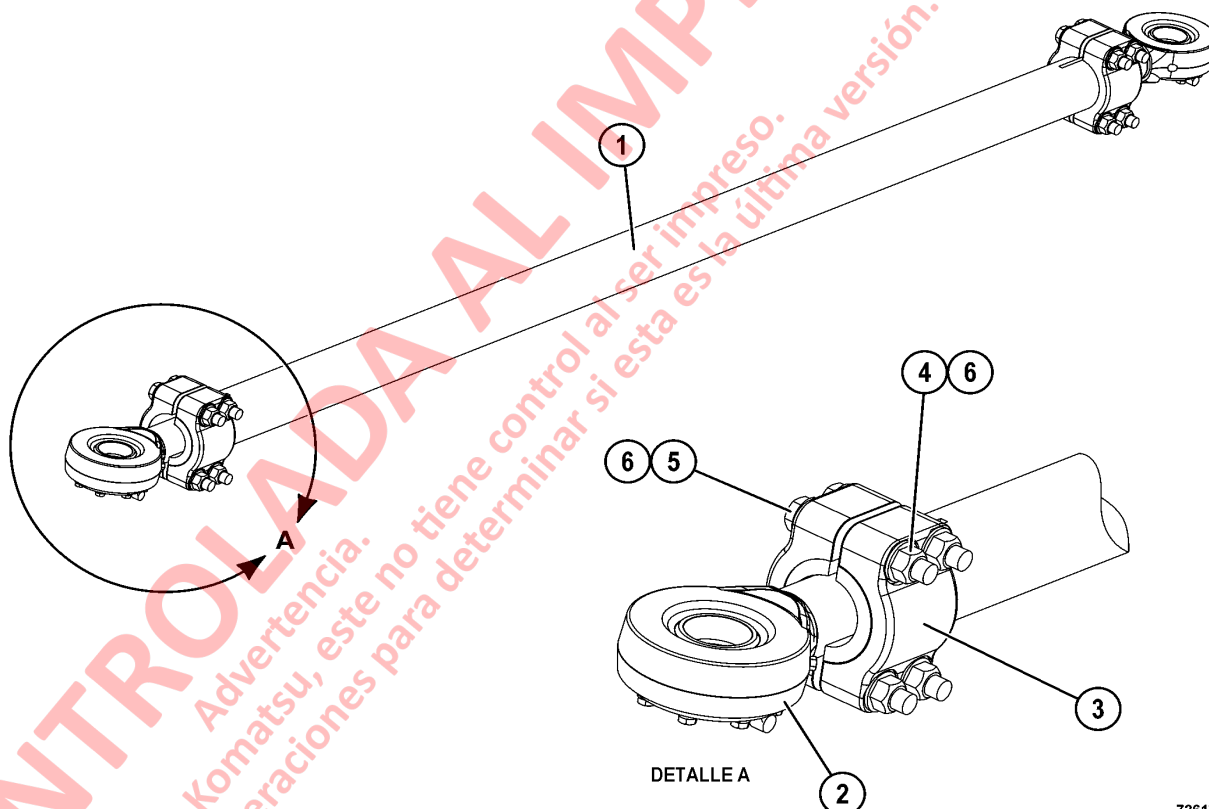

FIGURA 3-17. CONJUNTO DE LA BARRA DE DIRECCIÓN NUEVA
- a. Suelte las tuercas de seguridad de la abrazadera (4, Figura 3-17) en la barra de dirección. Gire la estructura de la barra de dirección lo necesario para obtener la configuración correcta de convergencia.
- b. Asegúrese de que los tornillos (5) queden paralelos al suelo, como se muestra, y que el espacio entre abrazaderas (3) esté alineado con la ranura en la estructura de la barra de dirección.
5. Apriete los tornillos (5, Figura 3-17) a **1017 ± 102 N·m (750 ± 75 ft lb)**.